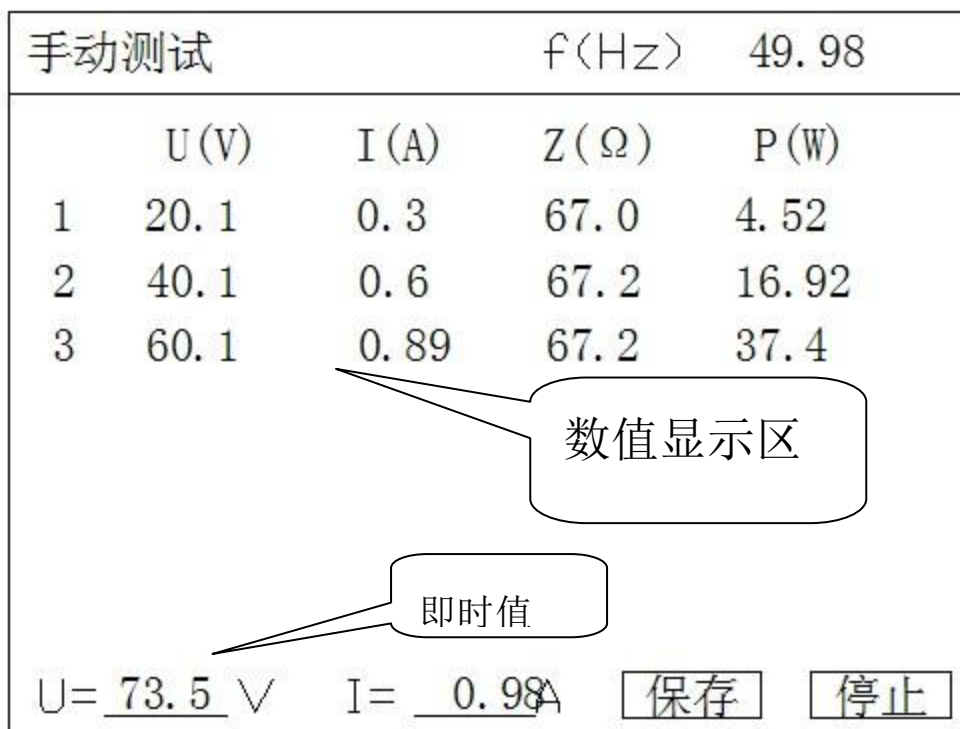

图8 手动测试界面
3) 根据试验需要将以上参数设置好，移动光标选择“开始试验”后即可进入如图8所示“手动测试”界面。